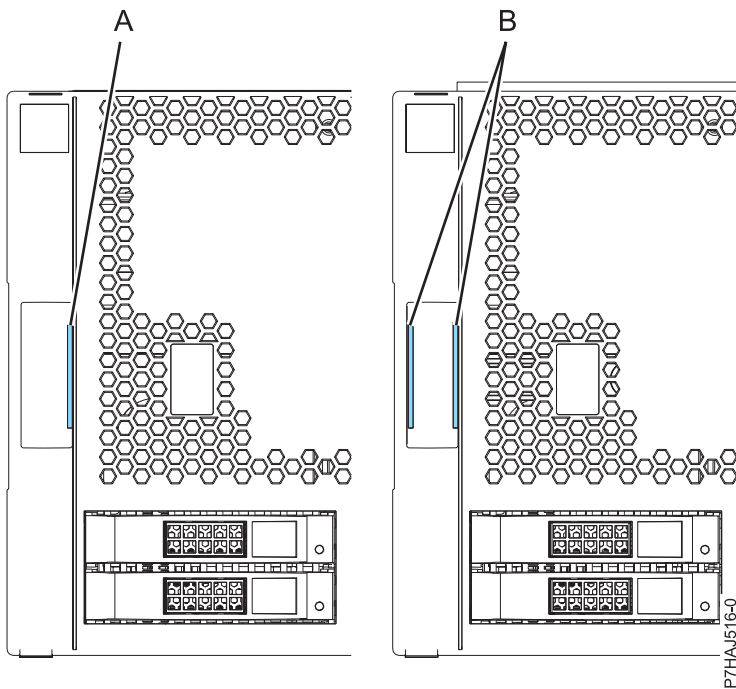

Figure 95. Identification des capots anciens et nouveaux
**Remarque :** Les anciens capots (expédiés avant le 1er mars 2011) sont reconnaissables à la bande bleue unique (A) située sur les taquets du capot. Les nouveaux capots (expédiés après le 1er mars 2011) possèdent deux bandes bleues (B). Voir figure 95, à la page 120.